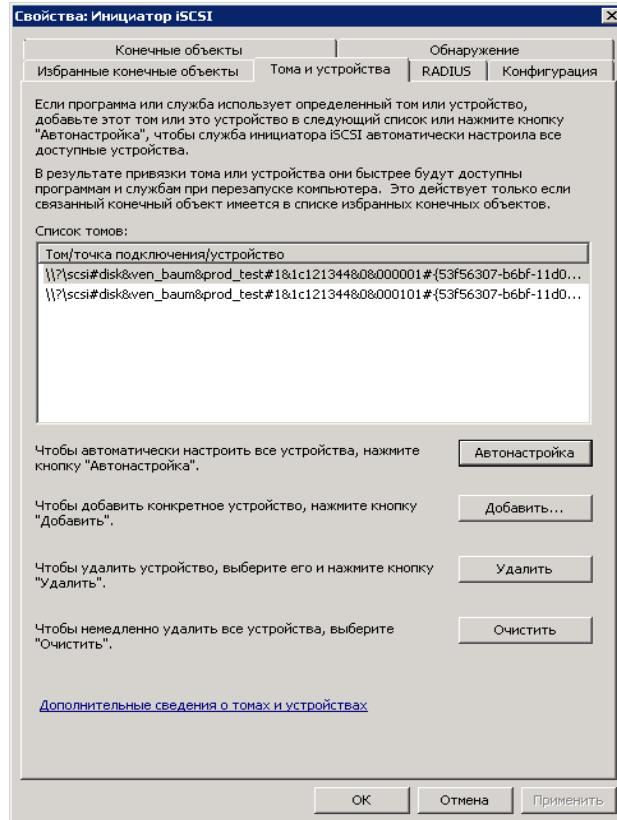

Рисунок 110 – Настройка доступа по протоколу iSCSI
- 3) На вкладке «Конечные объекты» задать IP-адреса контролеров СХД.БАУМ, используйте кнопку «Быстрое подключение» (см. Рисунок 110)
- 4) На вкладке «Тома и устройства», нажав кнопку «Автонастройка», подключить устройства. В разделе «Управление дисками» панели «Управление компьютером» можно убедиться, что видны диски доступные по разным маршрутам (см. Рисунок 110)